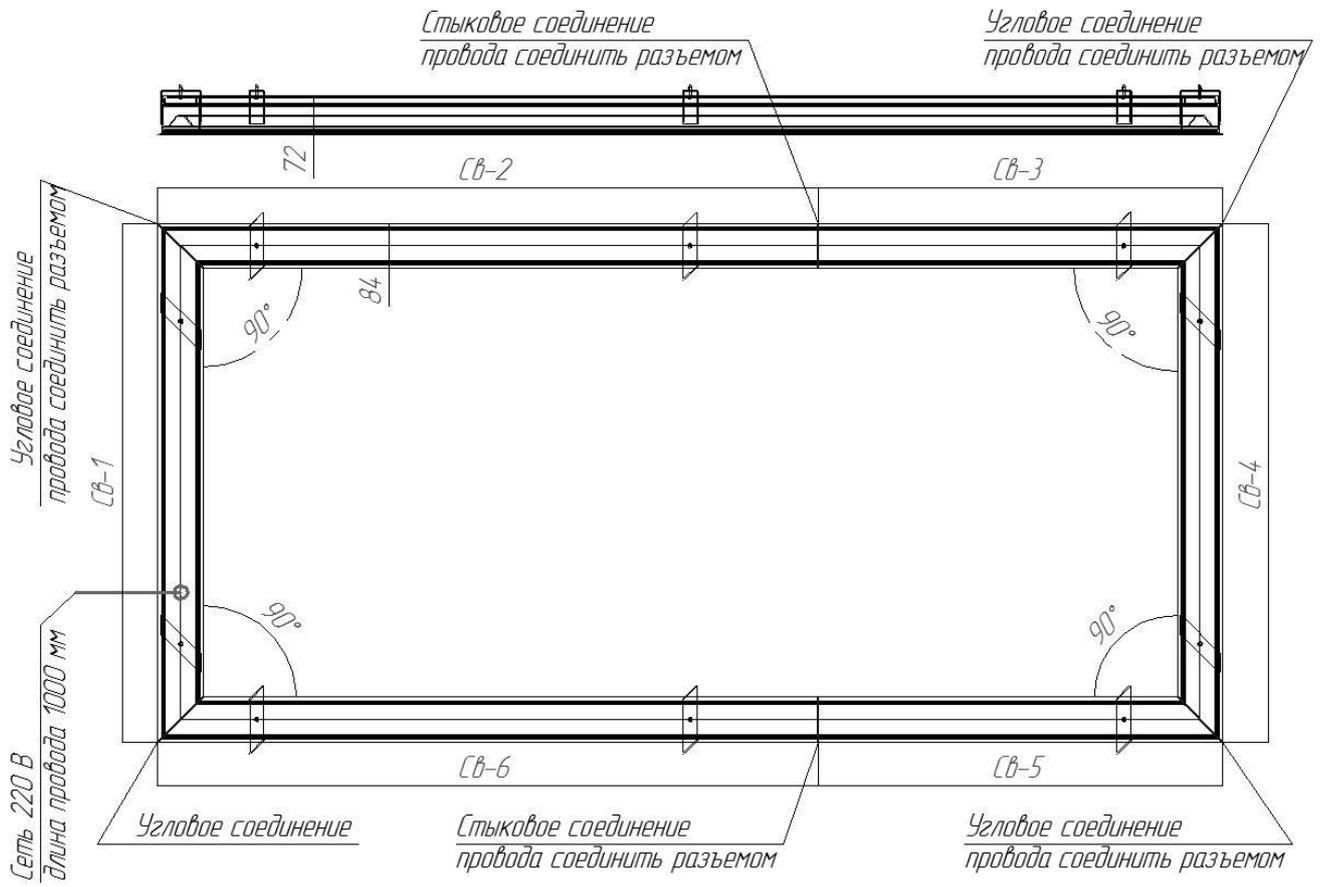

Рис.3
1. Монтаж начать с детали Св-1 (Рис.3). Деталь поднять, вставить в нишу потолка из ГКЛ, внутри светильника поочередно нажать на винты крепления поворотной скобы для встраивания в ГКЛ и закрутить их по часовой стрелке (Рис.4) до прижатия светильника к нише потолка (Рис.1).